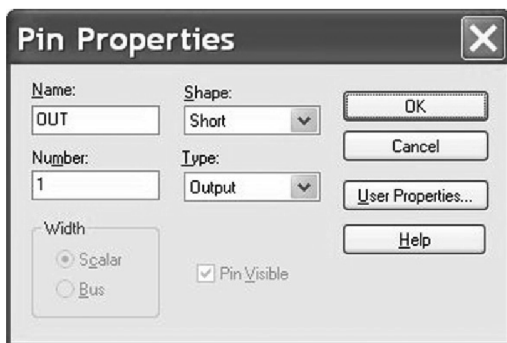

图 20.26 设置元件 osc125Hz 的引脚属性
12. 双击 OUT 引脚，打开其 Pin Properties 引脚属性编辑器，如图 20.26 所示，Shape 设置为 Short，Type 设置为 Output，引脚数值 Number 设置为 1，然后单击 OK 按钮对设置进行确定。